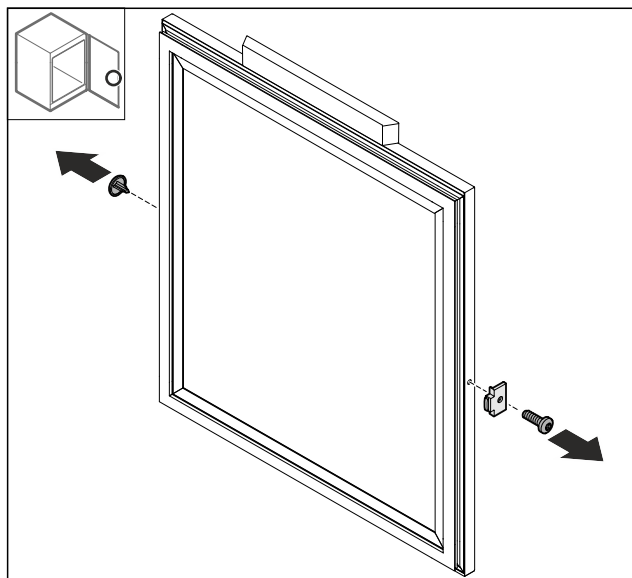

Fig. 47
- Retirer le cache Fig. 47 (1).
- Démonter la butée de porte Fig. 47 (2).